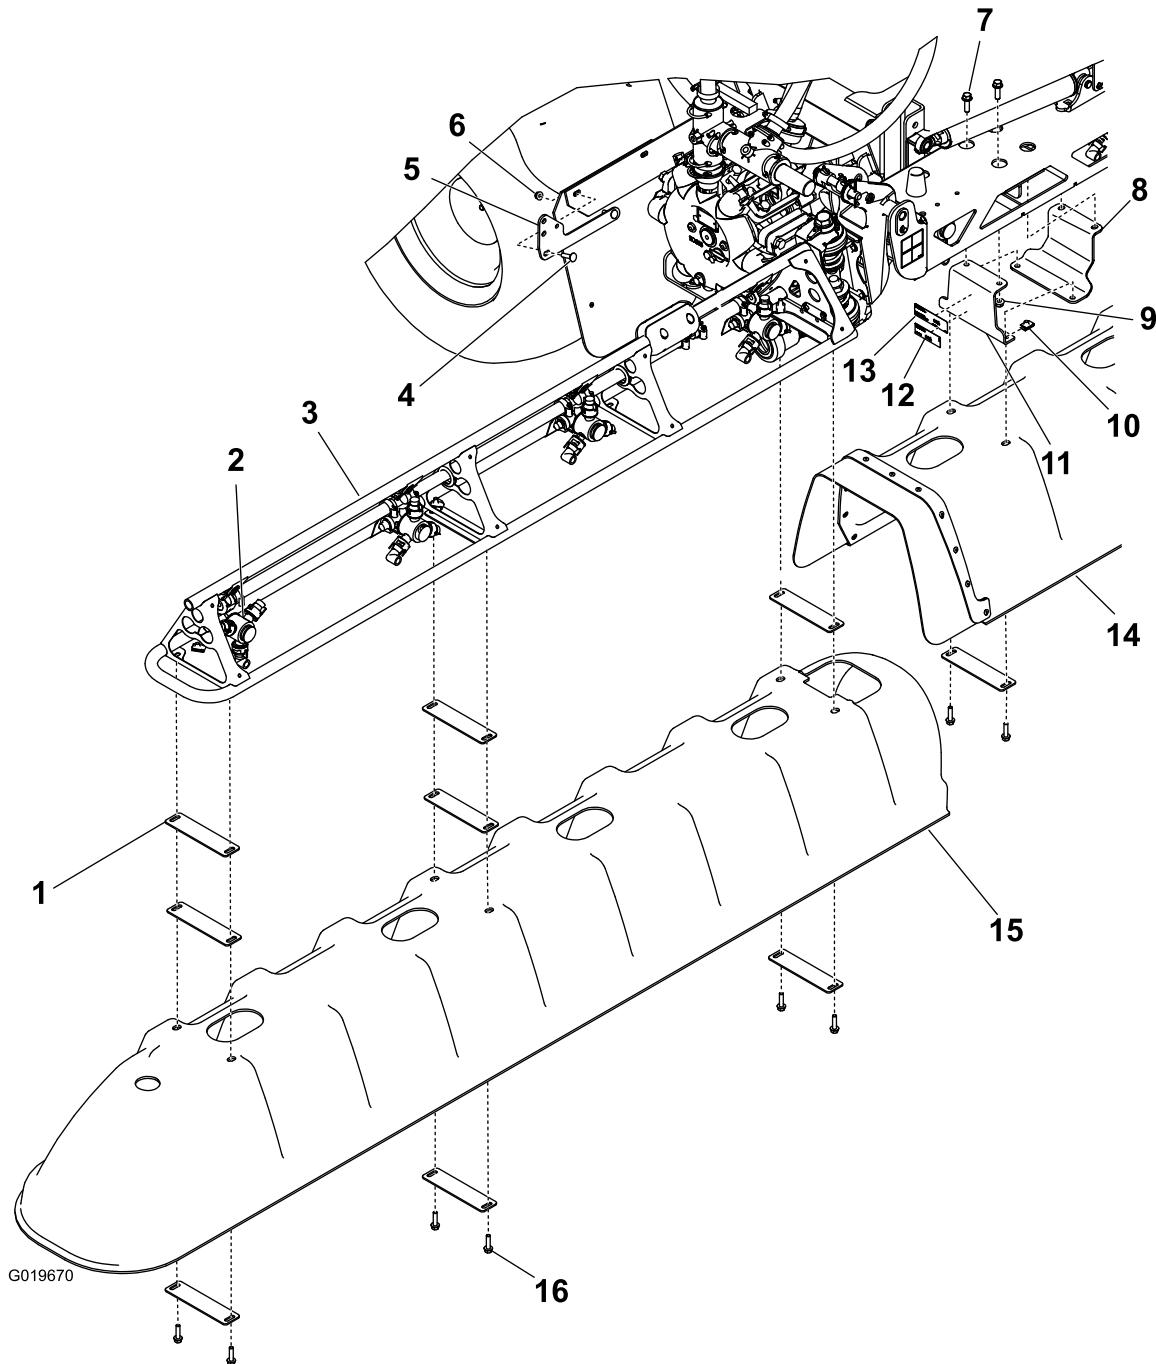

Bild 2
2. Befestigen Sie eine der Abdeckungen für den Seitenausleger (Bild 2) mit acht Scheibenplatten, sechs Sechskantschrauben (5/16" x 1-1/4") und sechs U-Muttern.
1. Befestigen Sie die Befestigungshalterung für das Ablassventil mit zwei Schlossschrauben und zwei Bundmuttern (5/16") an der Maschine, wie in Bild 2 abgebildet.
2. Entfernen Sie das Ablassventil und befestigen es mit dem vorhandenen Klappstecker und der Verbindungsleine an der Befestigungshalterung (Bild 2).